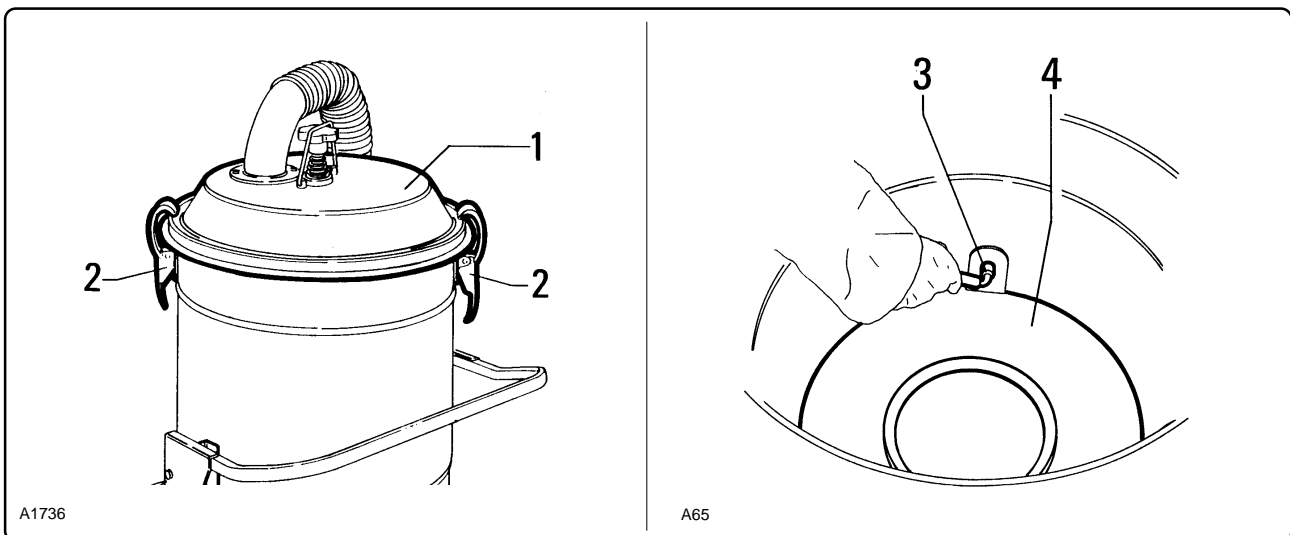

Fig. 7.5.10
7.5.8 - Pulizia o sostituzione del ciclone fig. 7.5.10
7.5.8 - *Cleaning or replacing the separator fig. 7.5.10*